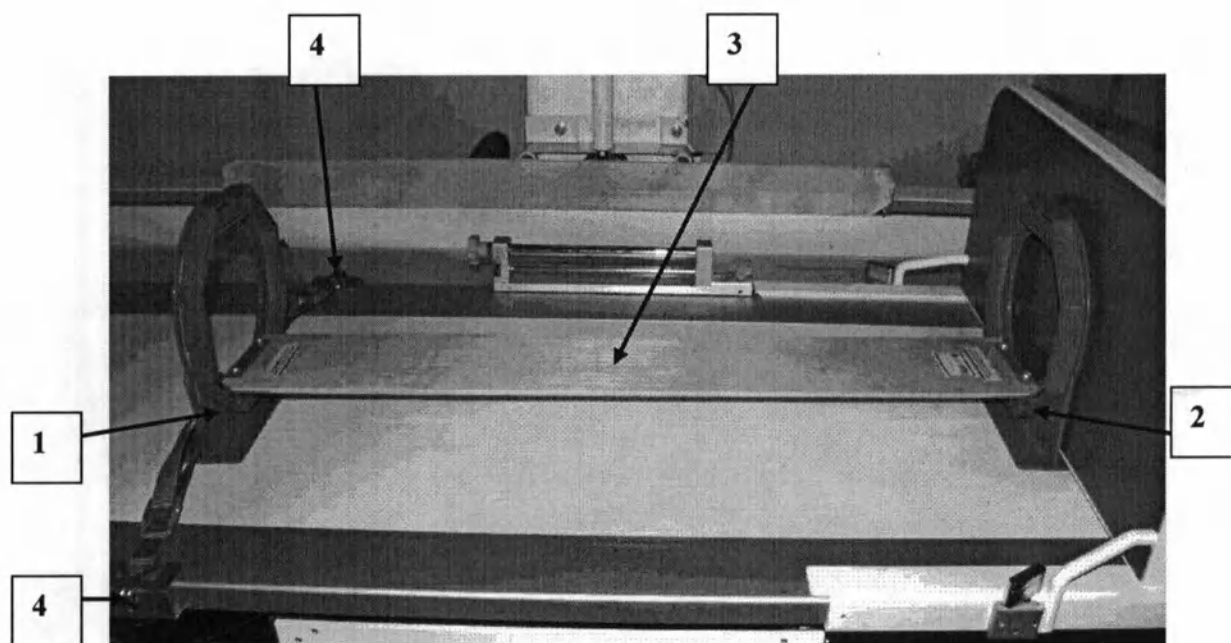
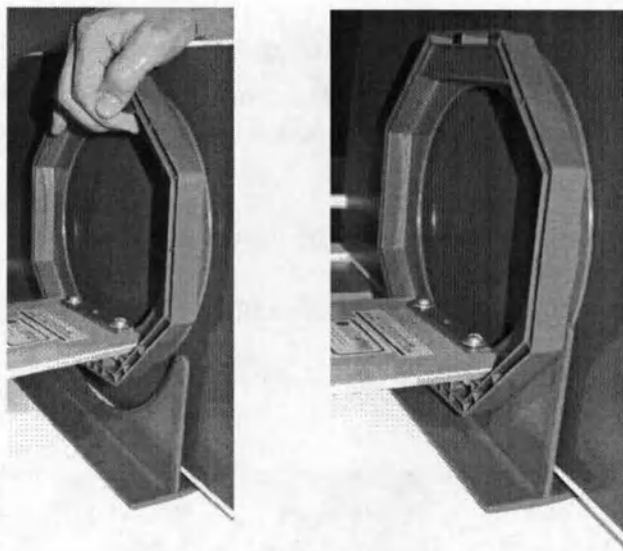

Рисунок 5.6 – Устройство для крепления детей
Рисунок 5.7 – Установка колец в опоры крепления
Устройство для крепления детей в собранном состоянии представлено на рисунке (см. Рисунок 5.6).
- расположить опоры крепления кольца головной части (см. Рисунок 5.6, поз. 1) и кольца нижней части (см. Рисунок 5.6, поз. 2);
- установите в опоры крепления колец головной и нижней части с подложкой для укладки ребенка (см. Рисунок 5.6, поз. 3). Установка колец показана на рисунке (см. Рисунок 5.7).
- подведите к нижней части устройства подножку ТСШ (см. Рисунок 5.6);
Подведите кронштейны к месту установки опоры головной части устройства (см. Рисунок 5.6, поз. 4). Кронштейны должны располагаться строго напротив опор;
- закрепите на кронштейнах крюки от опор (см. Рисунок 5.6, поз. 4);